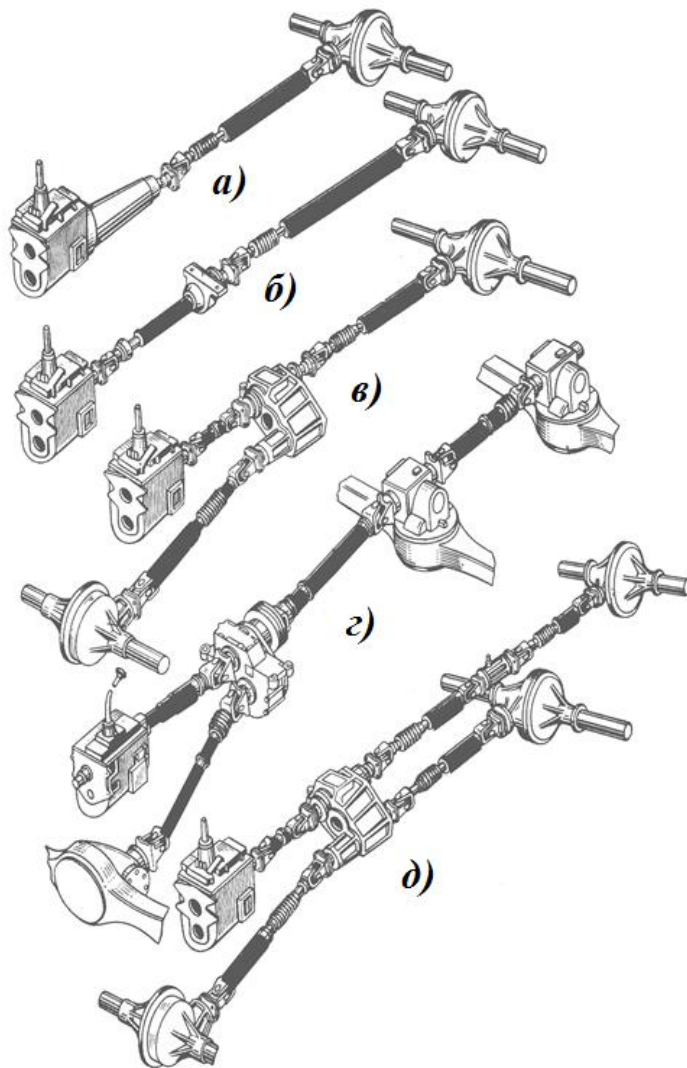

Рис. 4.2. Схеми трансмісій автомобілів: а, б - з одним заднім ведучим мостом; в - з переднім і заднім ведучими мостами; г, д - з трьома ведучими мостами
1. Трансмісія (рис. 4.2, 4.3) призначена для передачі крутного моменту від двигуна на ведучі колеса автомобіля. Вона складається з муфти зчеплення, коробки перемикання передач (КПП), карданної передачі, головної передачі, диференціала, приводних валів коліс (півосей) та ведучих коліс.